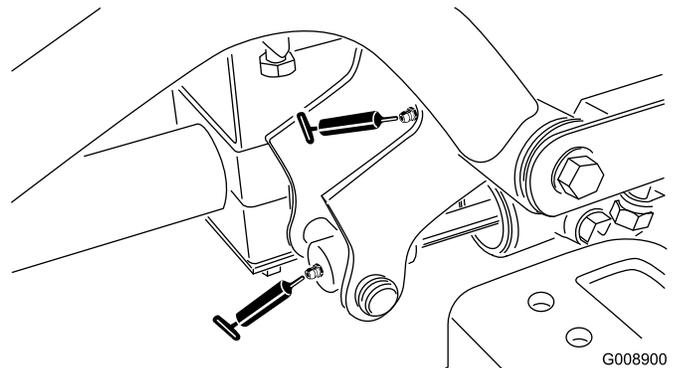

Figure 56
- Pivot de bras de levage avant droit et vérin de levage (2) (Figure 56)